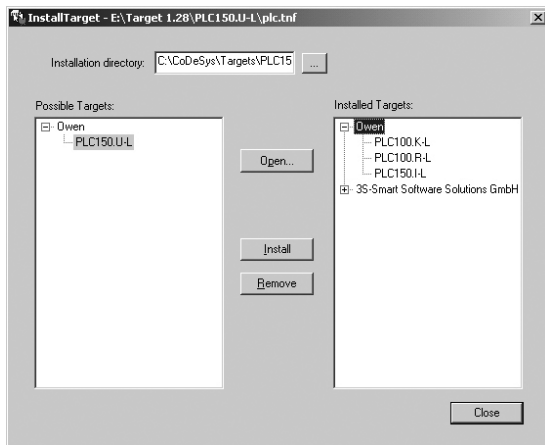

Рисунок 5.1 - Окно «InstallTarget» утилиты InstallTarget
- В открывшемся при запуске утилиты **InstallTarget** окне (рисунок 5.1) – нажать кнопку Open и указать путь доступа к инсталлируемому Target-файлу (имеющему расширение *.tnf, Target Information File). Target-файлы контроллеров OWEN ПЛК154 могут быть скачаны с сайта www.owen.ru. При скачивании с сайта папку с Target-файлами надо разархивировать и сохранить на жестком диске ПК.